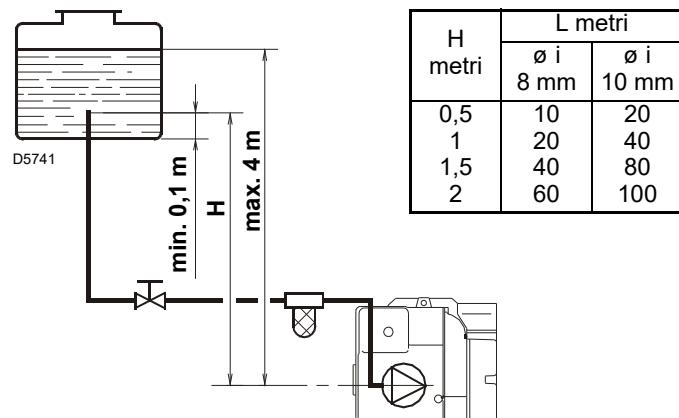
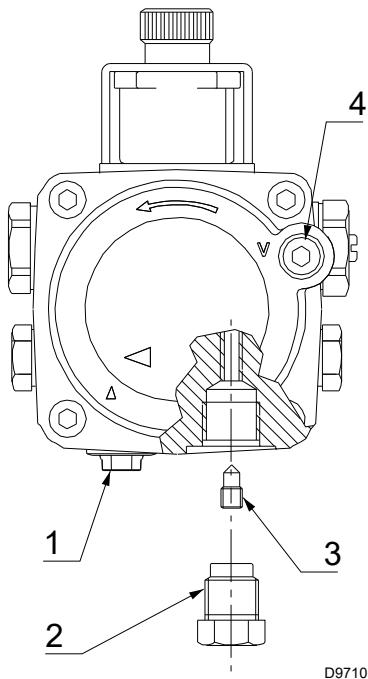

Fig. 2
Fig. 5
- E' necessaria solo con impianti monotubo (Fig. 2). Nell'impianto di Fig. 2 è sufficiente allentare l'attacco del vacuometro 4) (Fig. 5) e attendere la fuoriuscita del combustibile.
Legenda (Fig. 2, Fig. 3 e Fig. 4)
La pompa (Fig. 5) è predisposta per funzionamento bitubo esclusa la pompa cod. 20034559.
Legenda (Fig. 5)
Il tappo di chiusura dell'alimentazione olio (Aspirazione 1) (Fig. 5) è di plastica. Una volta rimosso, si raccomanda di eliminarlo e di non riutilizzarlo in nessun caso.